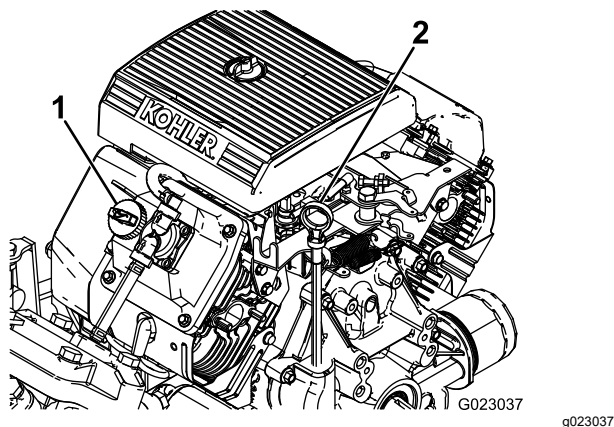

Figure 10
2. Retirez la jauge et essuyez-la sur un chiffon propre (Figure 10).
4. Si le niveau d'huile est bas, retirez le bouchon de remplissage du couvre-culasse (Figure 10) et ajoutez la quantité d'huile nécessaire pour faire monter le niveau jusqu'au repère MAXIMUM sur la jauge. Voir Contrôle du niveau, vidange de l'huile moteur et remplacement du filtre à huile \(page 52\), pour le type d'huile et la viscosité qui conviennent.